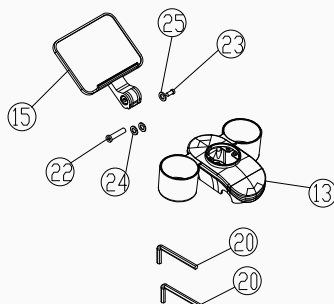

Figura 3
3. Alinhe as placas de cobertura superior e inferior (Peça 13) com a ranhura do Suporte para Telefone (Peça 15) e, em seguida, fixe-as com parafusos de bloqueio M8×35 (Peça 23), parafusos de bloqueio M6×12 (Peça 24) e duas anilhas planas (Φ16×Φ8.5×1, Peça 25). Aperte todos os fixadores com uma chave sextavada de 5 mm (Peça 20), conforme mostrado na Figura 3.